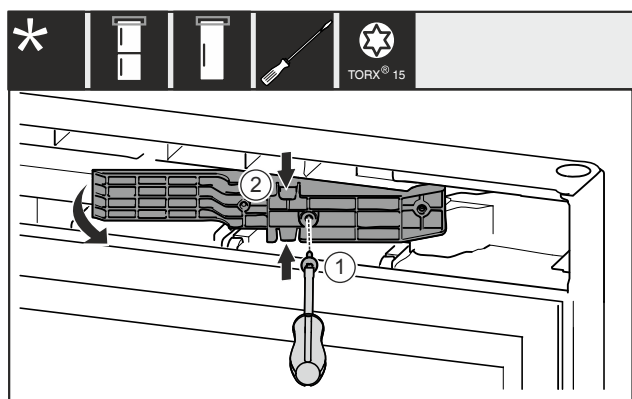

Fig. 12 *
- Izvadite vijak Fig. 12 (1)*
- Lagano pritisnite adapterski element Fig. 12 (2) na vrhu i na dnu i izvucite ga.*